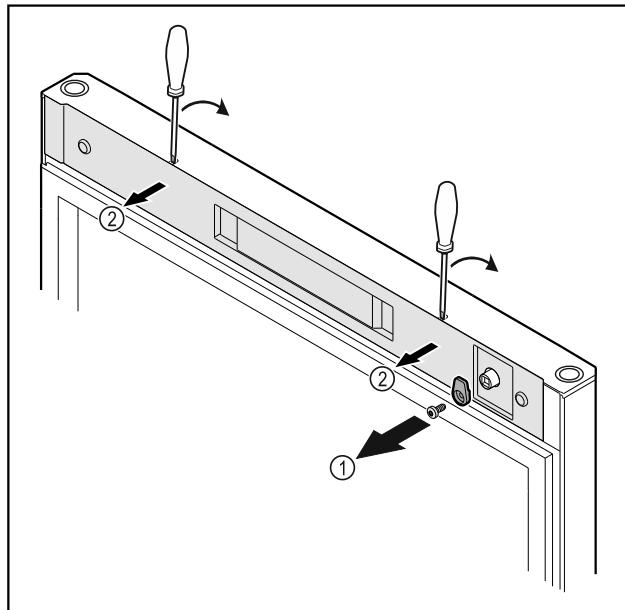

Fig. 18
- Noskrūvējiet slēgšanas āki Fig. 18 (1).
- Atbrīvojiet un noņemiet pārsegu Fig. 18 (2) ar mazu skrūvgriezi.